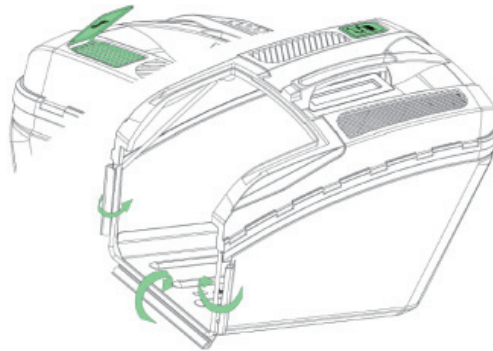

Abb. 4A
- Klemmen Sie die Kunststoffränder des Beutels am Rahmen fest und befestigen Sie die Clips wie gezeigt. (Siehe Abb. 4A)